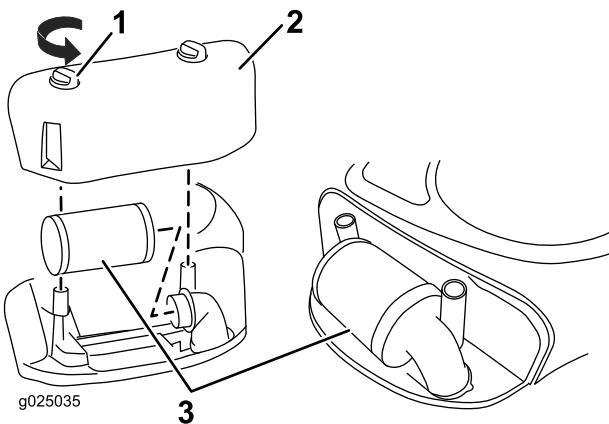

Figura 21
2. Girate le manopole in posizione di sblocco (Figura 21).
| 4. Sollevate l'estremità del filtro per rimuoverlo (Figura 21). | |
2. Montate il coperchio del filtro dell'aria e le manopole (Figura 21).